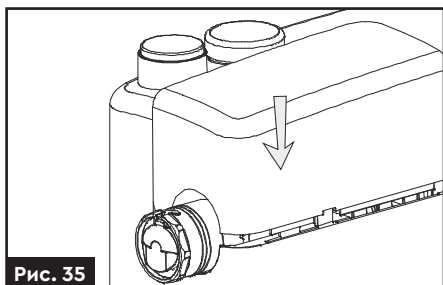

Рис. 35
5. Закрийте верхню кришку над напірними патрубками та адаптером (**рис. 35**).